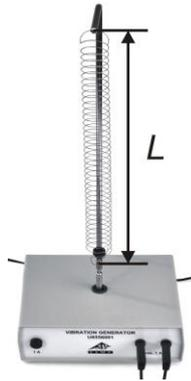

Fig. 4a: La figura mostra la lunghezza (effettiva)  $L$  della molla a elica tesa.
- Regolare la lunghezza (effettiva)  $L$  della molla a elica (fig. 4a) su ca. 30 cm. Eventualmente regolare la posizione dell'asta di supporto a gomito.
- Misurare e annotare la lunghezza (effettiva)  $L$  della molla a elica tesa e della corda tesa (fig. 4a, b).